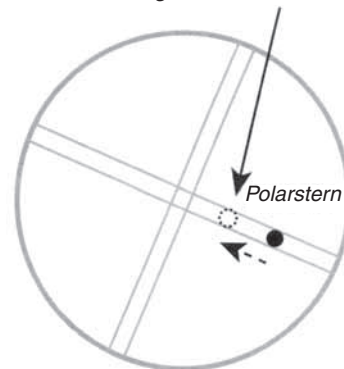

Abbildung 15. Verwenden Sie die Stellschrauben für den Achsversatz, um den Abstand des Polarsterns zur Mitte des Okulars zu halbieren.
13. Justieren Sie die Stellschrauben für den Achsversatz (die Inbusschrauben an den Ecken der Montageplatte (Abbildung 3)) entsprechend den Ergebnissen aus Schritt 11. Wenn der Polarstern sich auf die Mitte des Okulars zu bewegt, wenn Sie das Optikrohr wie in Abbildung 13 bewegen, lockern Sie die vorderen Stellschrauben (näher an der Öffnung des Optikrohrs) und ziehen Sie die hinteren Stellschrauben (näher an der Rückseite des Optikrohrs) an (Abbildung 14). Wenn der Polarstern sich von der Mitte des Okulars fort bewegt, wenn Sie das Optikrohr wie in Abbildung 13 bewegen, lockern Sie die hinteren Stellschrauben (näher an der Rückseite des Optikrohrs) und ziehen Sie die vorderen Stellschrauben (näher an der Öffnung des Optikrohrs) an (Abbildung 14). Schauen Sie in das Okular. Justieren Sie die Stellschrauben gerade so weit, dass der Abstand zwischen dem Polarstern und dem Zentrum des Sichtfelds im Okular sich HALBIERT (Abbildung 15).